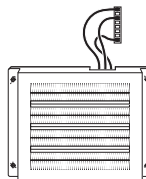

Рис. 14
7. Подключите нагревательный элемент к разьему «мама-папа» в приборе. Убедитесь, что соединенные «мама-папа» надежно зафиксировано до щелчка (рис. 14).